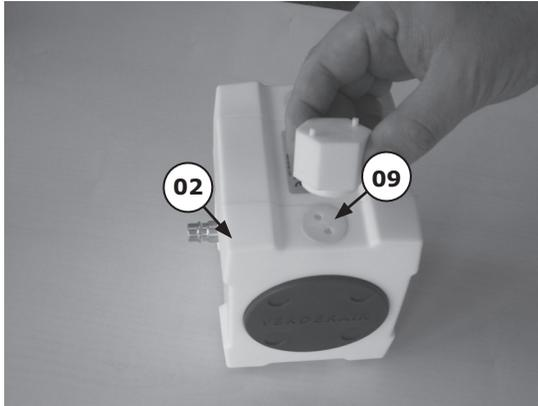

Figure 4
Il n'est pas nécessaire de démonter la pompe pour avoir accès aux sièges et billes de vannes. Dévissez le bouchon de fluide (09) en haut du carter latéral (02-03) avec l'outil spécial (voir Figure 4).